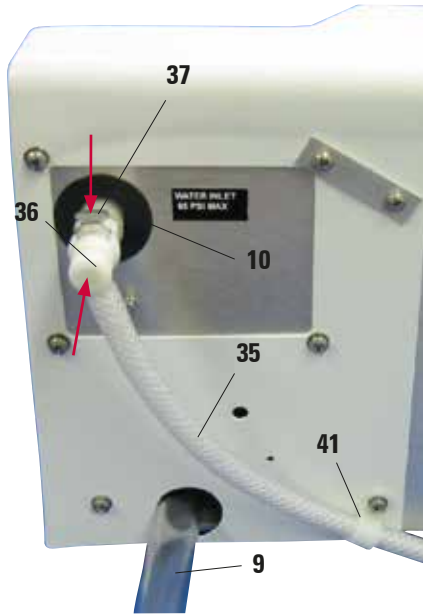

Fig. 21
- Far passare il tubo flessibile di scarico (9) in un serbatoio di raccolta idoneo o in un bacino di acqua di scarico. Assicurarsi che il tubo flessibile non sia piegato e che l'acqua possa scorrere liberamente verso il basso.
- Quindi, collegare l'alimentazione dell'acqua di risciacquo (35) al coloratore automatico.
- Per farlo, spingere il connettore (36) nell'orificio (10) sullo strumento fino a farlo scattare in posizione. Per sganciare il tubo flessibile, premere sulla piastra (37) ed estrarre il connettore.
- Fissare il tubo flessibile all'unità nella posizione illustrata nella Fig. 21, utilizzando la pinza (37).